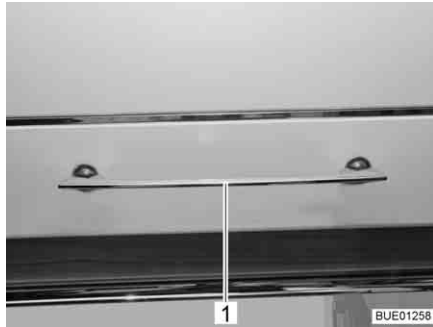
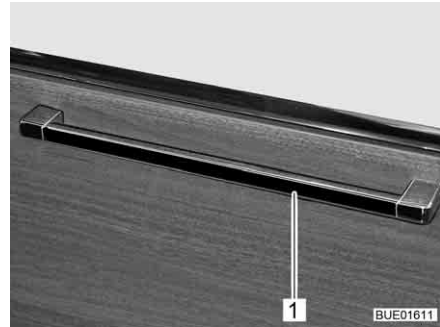

Bild 77 Möbelklappe mit Entriegelungsgriff
Bild 78 Möbelklappe mit Entriegelungsgriff (Alternative)
- Entriegelungsgriff (Bild 77,1 bzw. Bild 78,1) je nach Einbaulage nach oben, zur Seite oder nach unten drücken und gedrückt halten.